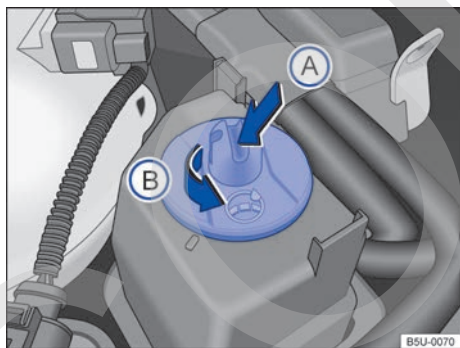

Fig. 111 En el compartimento del motor: depósito del fluido de la dirección hidráulica.
- Con el auxilio de un destornillador ⇒ fig. 111 (A) (flecha), girar la tapa del tanque (B) en el sentido de la flecha.